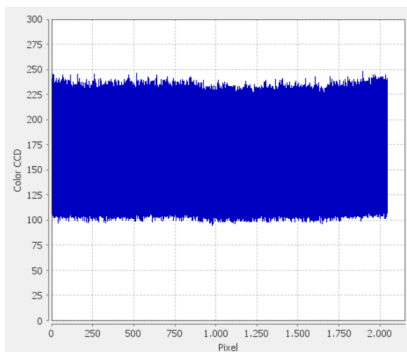

Figura 7: Sinal Vermelho teste 2
- Teste Vermelho 2: Apertar o botão Enviar 1000 para o ganho AD Vermelho Par e logo em seguida, Atualizar Canal Vermelho novamente. Uma imagem como a figura 7 deve ser exibida na tela;